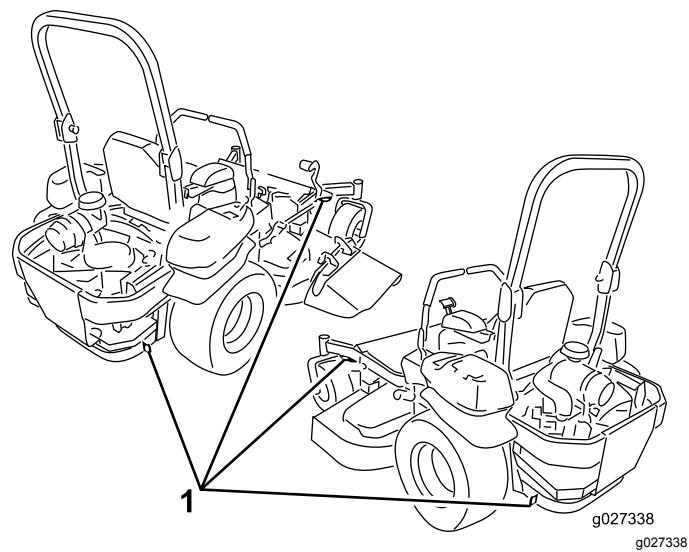

Figura 36
5. Utilice los puntos de amarre de la máquina para sujetarla firmemente al remolque o al camión con correas, cadenas, cables o cuerdas (Figura 36).